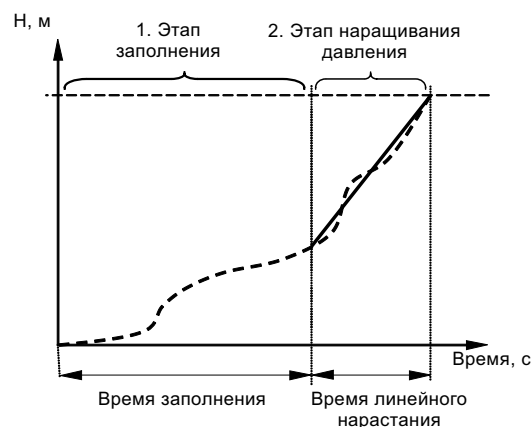

Рис. 32 Этапы заполнения и нарастания давления
2. Когда датчик давления установки фиксирует, что трубопровод заполнен водой, давление повышается до установленного значения. См. рис. 32.